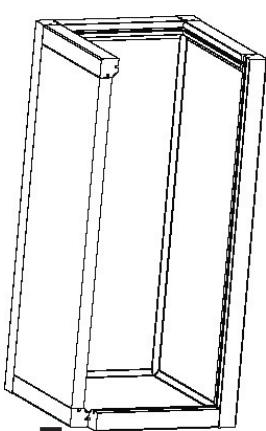

Abb. 7
- Positionieren Sie die 3 800 mm langen Eckprofile auf der oberen Seite und befestigen Sie sie. **Abb. 7**.